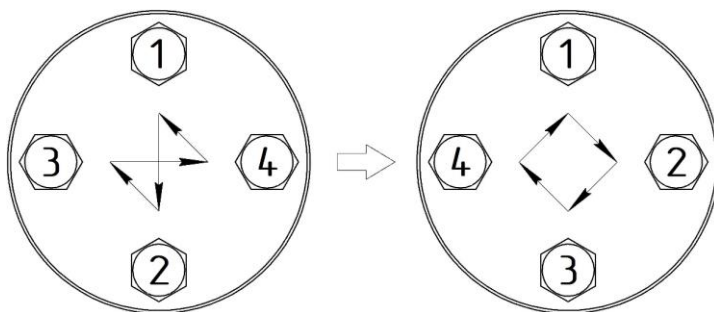

Рисунок 8.1 – Схема затяжки гаек фланцевого соединения
- ослабьте обжимную гайку (10) и поверните фланец (14) в нужное положение, совместив его отверстия под шпильки с отверстиями на ответном фланце;
- зафиксируйте положение фланца указателя уровня на ответном фланце и снова затяните гайку (10) с моментом затяжки, достаточным для герметичного обжатия шейки фланца уплотнителем (12);
- затяжку гаек фланцевого соединения следует выполнять равномерно в 3...4 подхода в последовательности «крест-накрест» (см. рис. 8.1). В качестве последней операции рекомендуем затяжку по кругу;